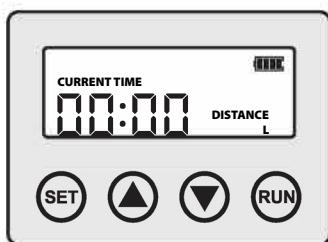

ABBILDUNG 1
1. Schalten Sie das Gerät ein, indem Sie den Ein/Aus-Schalter am Gerät drücken. In der Standardeinstellung wird der Bildschirm wie in Abb. 1 dargestellt. Verwenden Sie die Taste "SET", um die Uhr des Geräts einzustellen. Ein kurzer Druck auf die "SET"-Taste bringt Sie zu den Stundeneinstellungen, ein zweiter Druck bringt Sie zu den Minuten-einstellungen. Verwenden Sie die Tasten "Auf" und "Ab", um den jeweiligen Wert einzustellen.